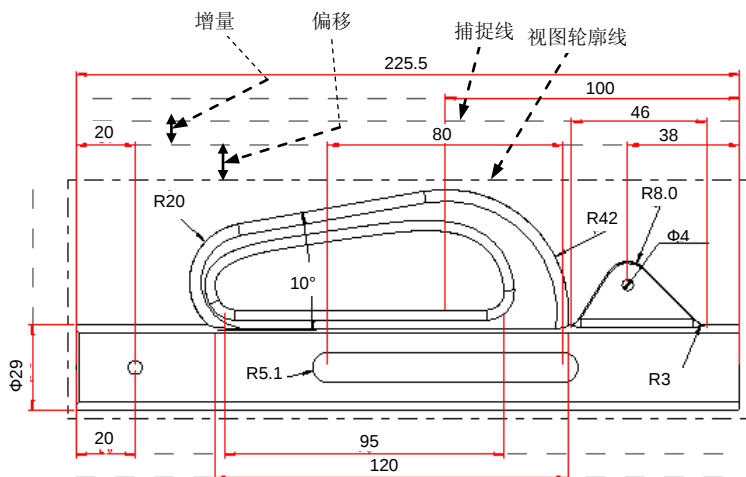

图 10.5.21 整理尺寸
Step2. 此时系统提示  选取要清除的视图或独立尺寸。，如图 10.5.21 所示，选择模型 body 的主视图并单击鼠标中键一次。
- “偏移”是设置视图轮廓线（或所选基准线）与视图中最靠近它们的某个尺寸间的距离（如图 10.5.21 所示）。输入偏距值并按回车键，然后单击对话框中的  应用 按钮，可将输入的偏距值立即施加到视图中，并可看到效果。一般以“视图轮廓”为“偏移参照”，也可以选取某个基准线为参照。
- “增量”是两相邻尺寸的间距（如图 10.5.21 所示）。输入增量值并按回车键，然后单击对话框中的  应用 按钮，可将输入的增量值立即施加到视图中，并可看到效果。